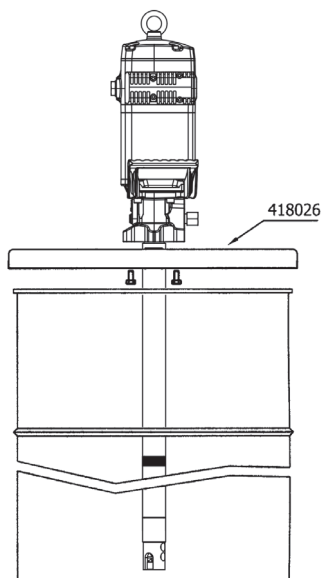

Рис. 2
- **а.** МСборка с усиленной крышкой (418026 для барабана 185 кг и 418025 для бочки 50 кг). Вставьте насос через крышку и закрепите прилагаемыми винтами. Надежно прикрепите крышку к барабану (см. Рис. 2).